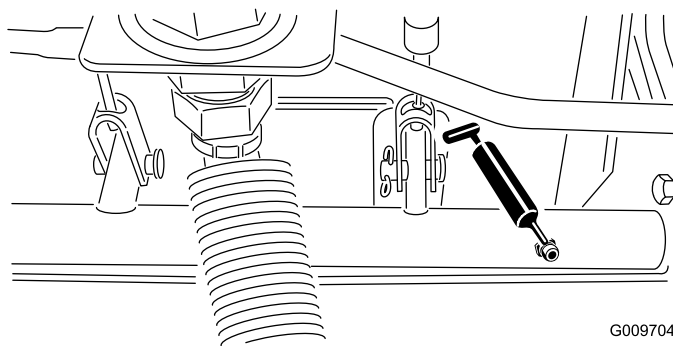

Figure 19
- Roulements d'axes de pivots de freins (5) (Figure 19)